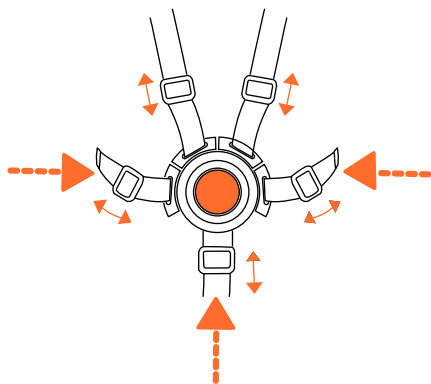

Fig. 16
- Ajustez les sangles de taille pour le confort et la sécurité de votre enfant en faisant glisser les boucles dans les deux sens. Les sangles de sécurité doivent s'ajuster confortablement autour de votre enfant (Fig. 16).